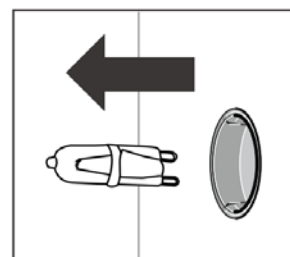

Рис.4
3. Снимите лампочку и вставьте новую лампочку аналогичного типа (Рис.4).